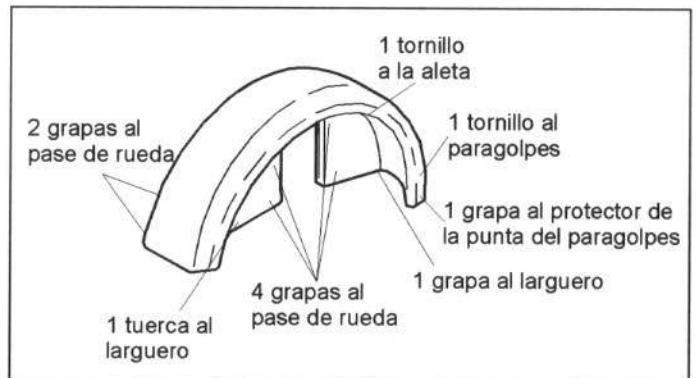

Figura 44.- Unión del guardabarros trasero
En la figura 44 se muestra la unión del guardabarros trasero a la carrocería.
- Guardabarros traseros (ambos) (figura 44).
- Guardabarros traseros (figura 44).